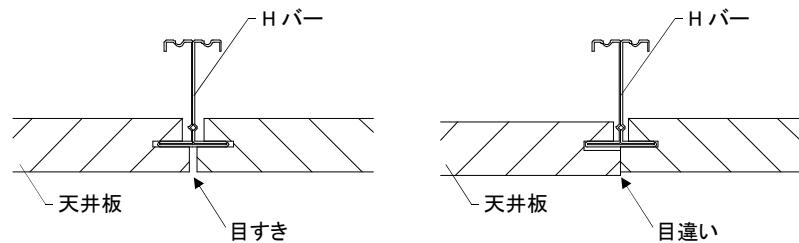

図2-8-6 目すき、目違い
- ⑦天井板は室内側にたわませて廻り縁に乗せ掛け、先に設置しているHバーのさね部に隙間が無くなるまで挿し込む。載せ掛ける際、小口を破損させないよう注意すること。
- ※天井板に目すき、目違いが生じていないか確認すること。(図 2-8-6 参照)